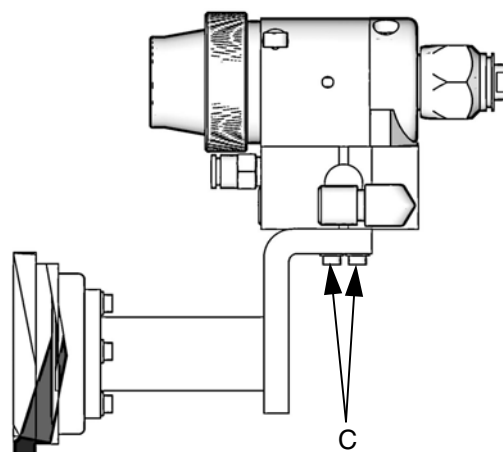

FIG. 4: Montering af stationært støttestativ
Sådan monteres pistolen på et stationært støttestativ (se FIG. 4 og **Placering af monteringshuller**, side 28):
3. Installer en hovedluftspærreventil af udluftningstypen på pistolluftcylinderens forsyningsledning, nedstrøms fra luftregulatoren, for at slukke for luften til pistolcylinderen. Tilslut luftforsyningsledningen til pistolcylinderens luftindløb (C). Se fig. 4.
4. For anvendelser i forbindelse med sprøjttemaling: Monter et in-line-væskefilter, del nr. 210500, på pistolens væskeindløb (F) for at undgå tilstopning af sprøjtedyden med partikler fra væsken. Se fig. 4.
5. Tilslut den elektrisk ledende væskeslange til pistolens væskeindløb (F) eller valgfrit in-line-filter.